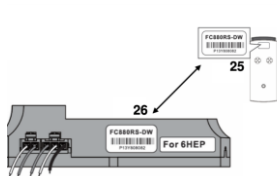

fig. 10
1. Assurez-vous que les numéros de modèle sur le récepteur (n° 26) et l'émetteur (n° 25) sont les mêmes (fig. 10).